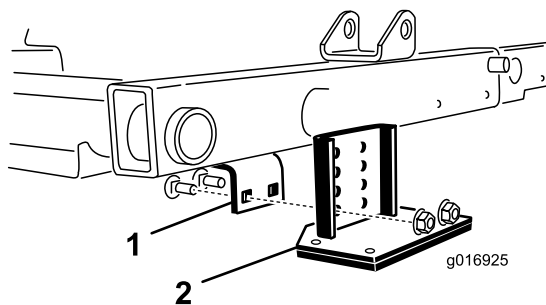

Figura 30
2. Localize o suporte da estrutura acima do centro da unidade de corte (Figura 30).
3. Pressionando para baixo o cilindro frontal da unidade de corte central, determine quais os furos do suporte de comando que alinham com os furos do suporte da estrutura para obter o mesmo contacto do rolo quando o suporte de controlo estiver instalado (Figura 30).
4. Desça as unidades de corte e monte o suporte de controlo na estrutura com os (2) parafusos da carroçaria e porcas fornecidos com o kit (Figura 30).